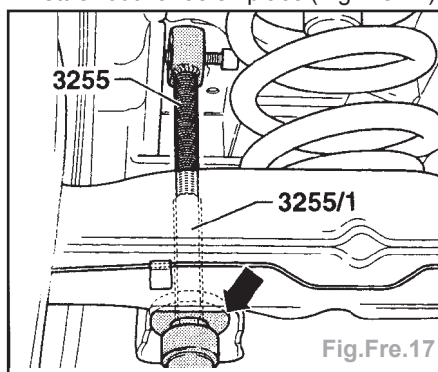

Fig.Fre.17
- Mettre l'outil **3255** en place (Fig.Fre.17).